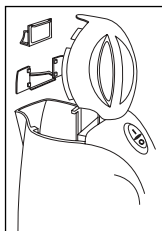

Figura 1
1. Para quitar el filtro (*Véase la Figura 1*): Vacíe la tetera y abra la tapa.